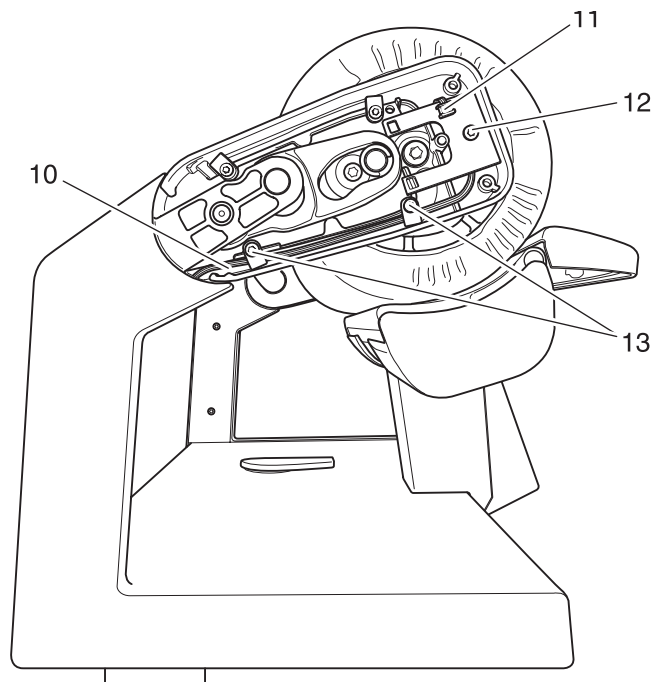

Fig. 1e
- Den Kabelbaum 10 vorsichtig aus dem Kabelkanal herausnehmen (Fig. 1e)